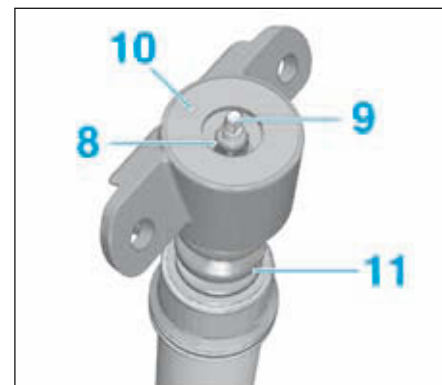

FIG.50
- Déposer l'écrou (8) tout en maintenant la tige d'amortisseur (9) (Fig.50).
- Déposer le support supérieur (10) et la butée (11).